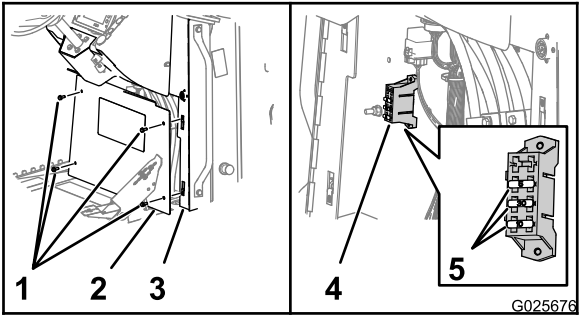

Figure 81
3. Serrez les 4 boulons à embase hexagonale (5/16 x 3/4 po) qui fixent le couvercle à la console et déposez le couvercle (Figure 81).
4. Localisez le fusible ouvert et remplacez-le par un fusible de même type et même intensité (Figure 81).
6. Alignez le trou du couvercle et les écrous à clip des brides de la console (Figure 81).